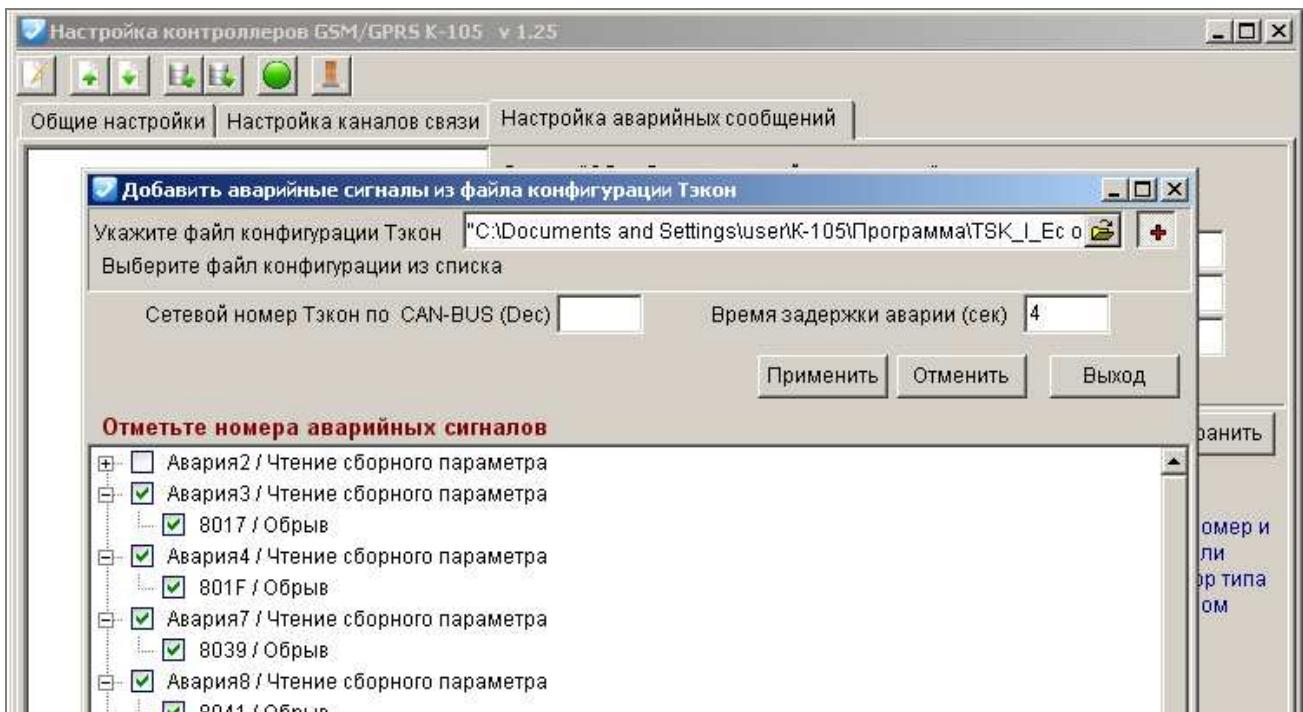

Рисунок 35. Выбор аварийных сигналов
- установите флагки  в строках тех параметров, которые необходимо назначить для формирования аварийных сообщений (Рисунок 35);